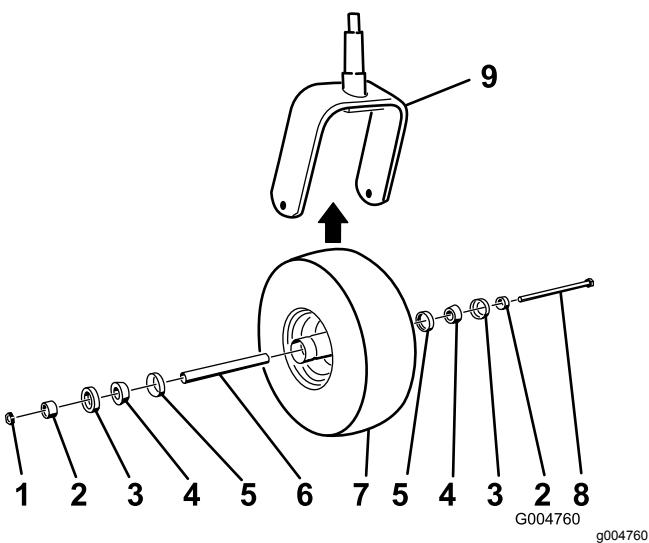

図 74
- キャスタホイールアセンブリをキャスタフォークに保持しているボルトからロックナットを外す図 74。
5. コーンベアリングにグリスをパックし、ベアリングとシールをホイールハブに入れ、図 74 に示すようにキャスタホイールを組み付ける